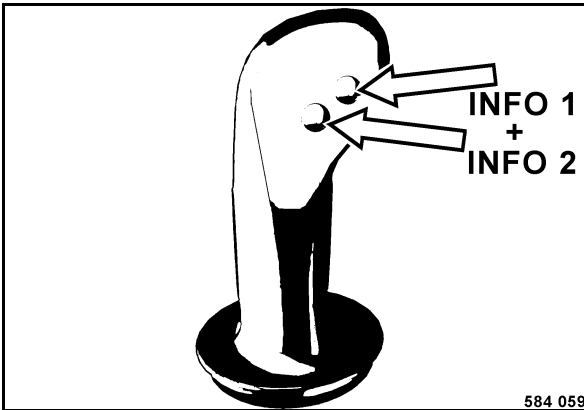

Fig. 98
- Para terminar el modo de ingreso hay que pulsar ambas teclas INFO (Fig. 98) para más de tres segundos, o pulsar la tecla de función F3 tantas veces hasta haber restablecido el estado normal.